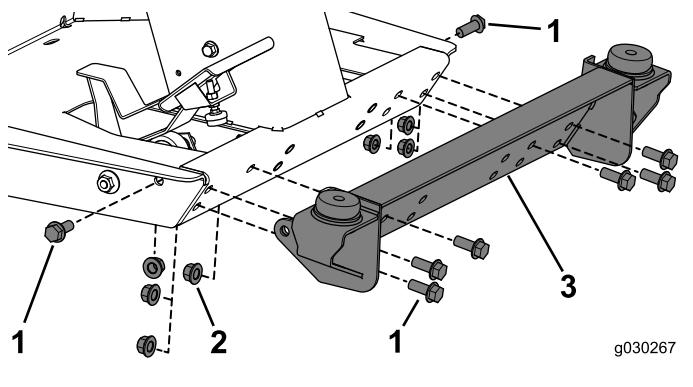

Figure 14
- Fixez le support avant sur la machine à l'aide de 8 boulons ($\frac{1}{2}$ x 1¼ po) et 8 contre-écrous (Figure 14).